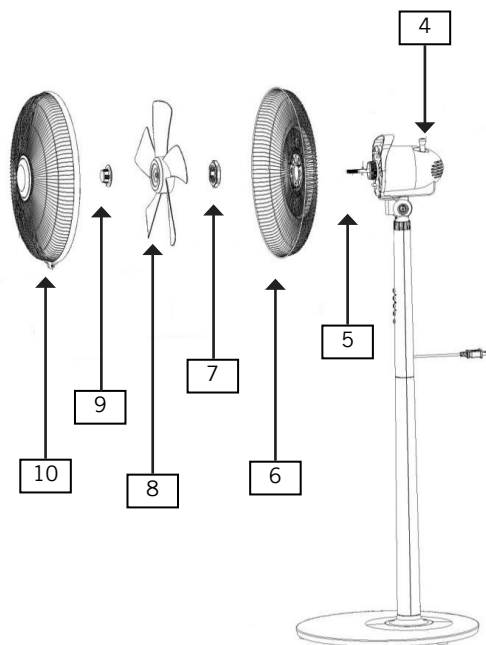

Abb. 3
8. Befestigen Sie die hintere Korbabdeckung am Motorgehäuse, indem Sie die Abdeckung mit der Mutter fixieren (Abb. 3).